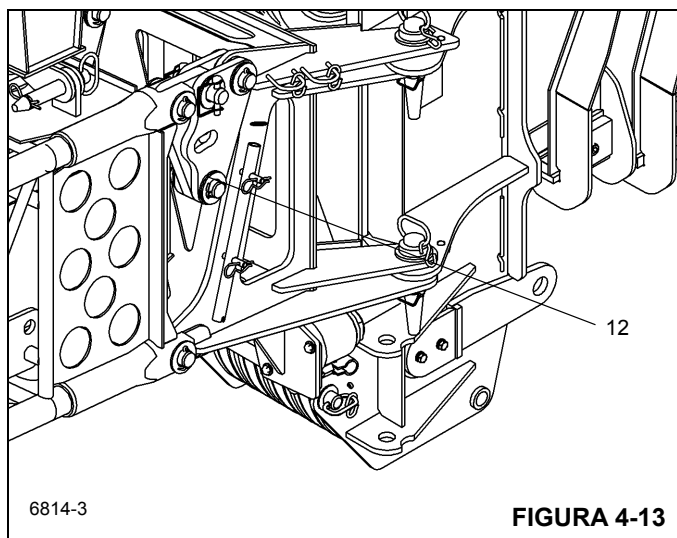

FIGURA 4-13
- b. Remova o contrapino, as duas arruelas e o pino de deslocamento (12). Figura 4-13
- b. Instale o pino de deslocamento, as duas arruelas e o contrapino (12). Figura 4-13